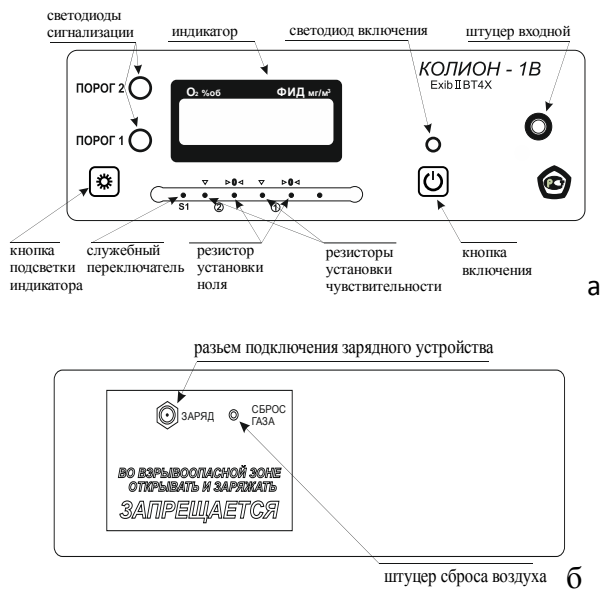

Рис. 3 Передняя (а) и задняя (б) панель газоанализатора
3.9.1. Для установки чувствительности ЭХД снимите планку (на рис. За не показана), закрывающую резисторы установки чувствительности на передней панели, открутив два крепежных винта, и, вращая резистор установки чувствительности ЭХД (см. рис. 3а), установите значение 20,9%об.